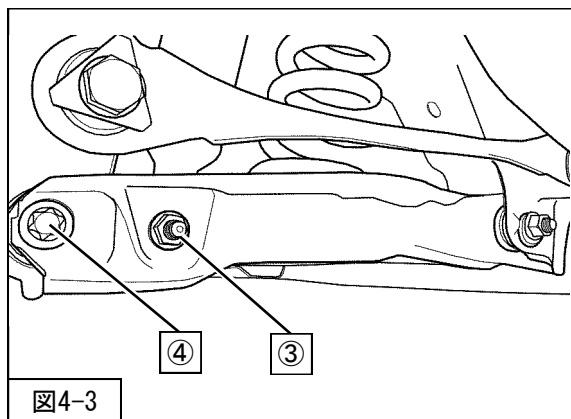

図4-3
- 4. 木片及びジャッキを使用し、リアサスペンションASSYロアアームNo.2を支持し、④リアサスペンションASSYロアアームNo.2取付ボルト・ナットを仮付けしてください。（図4-3）
- 5. スペース（同梱品）をリアショックアブソーバASSY下側のブッシュ両端に取付け、③リアショックアブソーバASSYロア取付ボルト・ナットを仮付けしてください。（図4-3・4-4・4-5）
- ④リアサスペンションASSYロアアームNo.2取付ボルト・ナット
を締付けてください。（図4-3）